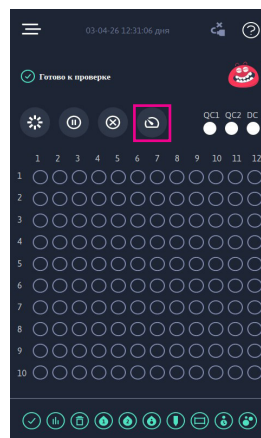
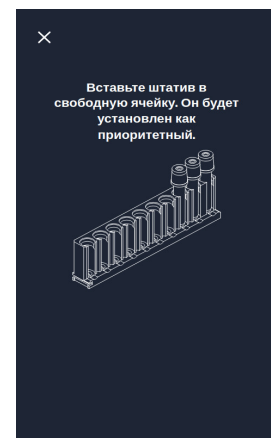

Рисунок 32
Рисунок 33
Анализатор iSED PRO позволяет присваивать целым штативам образцов для анализа статус STAT (экстренно). Для запуска анализа STAT нажмите кнопку STAT на основном экране (рис. 32), чтобы открыть экран установки статуса (см. рис. 33).
**ПРИМЕЧАНИЕ.** При случайном нажатии кнопки STAT пользователь может выключить режим установки статуса STAT, нажав кнопку X в верхнем левом углу (см. рис. 33).